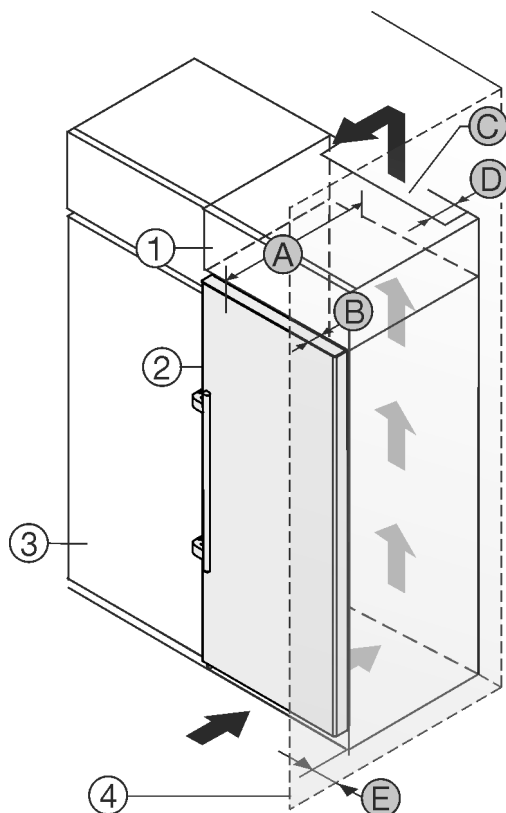

Fig. 2
A készülék közvetlenül a konyhaszekrény *Fig. 2 (3)* mellé állítható.*
A rátétszekrény hátoldalán egy megadott mélységű *Fig. 2 (D)* szellőzőaknát kell kialakítani a rátétszekrény teljes szélességében.*
A mennyezett alatt be kell tartani a szellőző keresztmetszetet *Fig. 2 (C)*.*
Ha a készüléket a zsanérjaival a fal *Fig. 2 (4)* mellé állítja fel, legalább 57 mm távolságot kell tartani a faltól. Ez a fogantyú túlnyúlásának felel meg, amikor kinyitja az ajtót.*
Ahhoz, hogy az ajtót teljesen ki tudja nyitni, a készüléknek a konyhaszekrény elülső oldalához képest legalább az ajtó mélységének *Fig. 2 (B)* megfelelően ki kell állnia. A konyhaszekrények *Fig. 2 (3)* mélységétől és a fali távtartók használatától függően a készülék nagyobb mértékben is túllóghat előrefelé.*